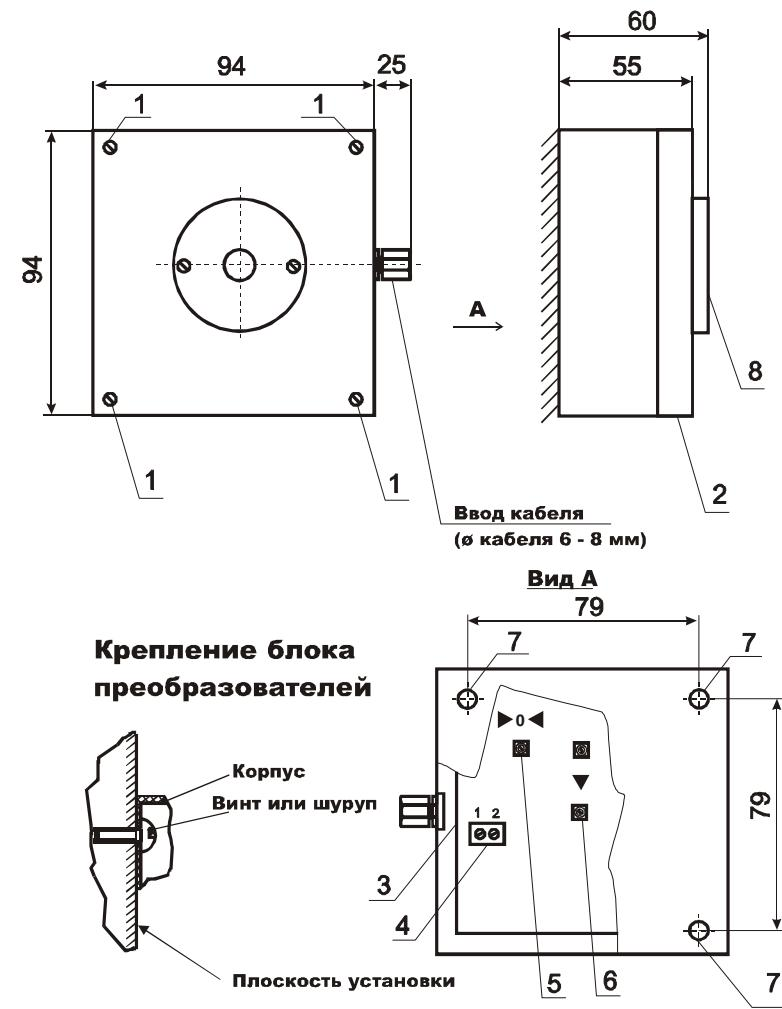

Рис. 3
2) установите градуировочную насадку на детектор СО. Подайте на вход насадки чистый воздух с расходом (300 ± 100) см³/мин. Величина тока должна соответствовать 4 мА в пределах приведенной погрешности. При отклонении тока от указанного значения произведите подстройку тока резистором установки нуля (поз.5 рис.3).
Где C_i – концентрация измеряемого компонента в ПГС, C_d – верхний предел диапазона измерения. При отклонении тока от указанного значения произведите подстройку тока резистором установки чувствительности (поз. 6 рис.3).